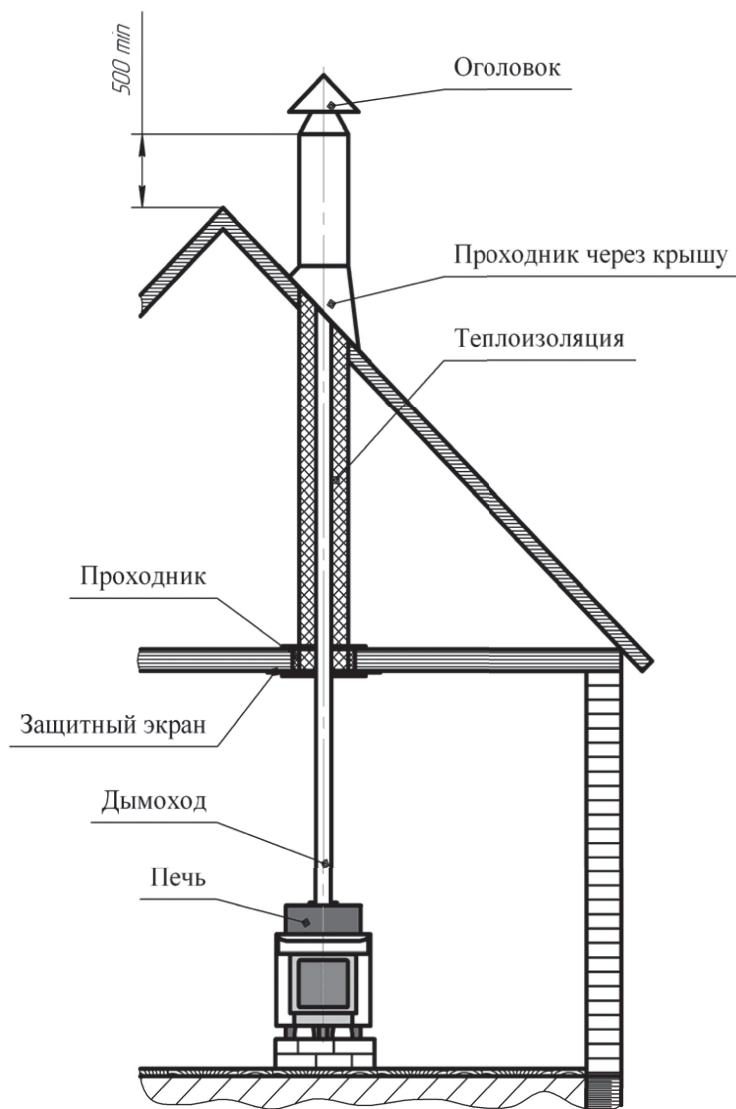

Рисунок 8.2. Монтаж дымового канала
**8.4.4.** В потолке (рис. 8.2) обязательно делается противопожарное отверстие размером ок. 2-х диаметров металлической трубы (под размер внешнего диаметра потолочно-проходного устройства). Снизу противопожарное отверстие закрывается металлическим листом. Пространство в потолке между трубой и отверстием заполняют противопожарной изоляцией (базальтовая вата, керамзит) и закрывают сверху металлическим листом.
**8.4.5.** Металлический дымовой канал вне зоны парной (второй этаж или чердачное помещение, см. рис. 8.2) должен иметь теплоизоляцию из базальтовой минеральной ваты или подобных материалов толщиной не менее 50 мм, что предотвращает образование конденсата. Трубы с изоляцией рекомендуется удерживать в вертикальном положении металлическими уголками или швеллерами, закреплёнными на перекрытии.